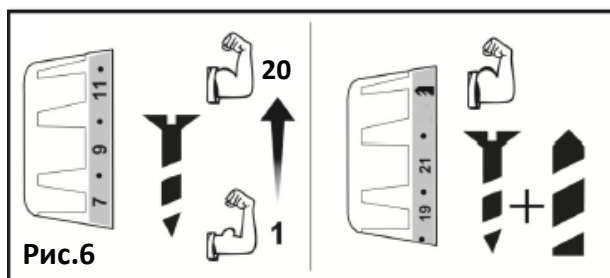

Рис.6
С помощью муфты предварительной настройки крутящего момента (3) может быть предварительно выбрана требуемая настройка крутящего момента (20+ 1 делений) Рис.6.